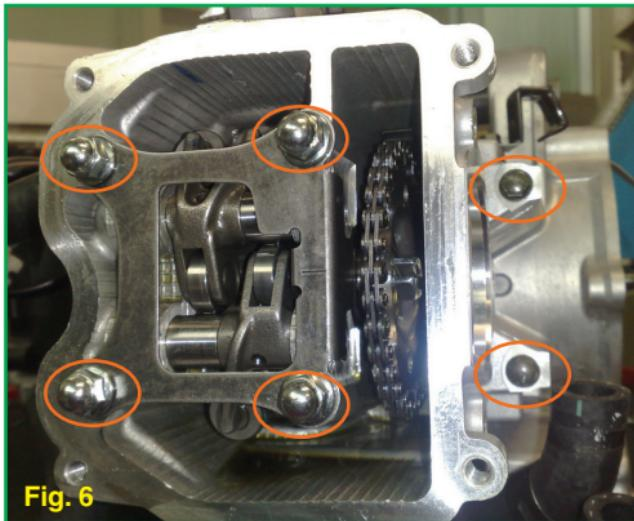

Fig. 6
- Retirer les deux vis M6 (Fig. 6) fixant la culasse au carter.
- Desserrer les quatre écrous M6 (Fig. 6) de $\frac{1}{2}$ de tour.